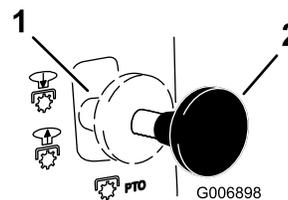

Figura 7
2. Tirate il comando della lama (PDF) in posizione On (Figura 7).
2. Spingete il comando della lama (PDF) in posizione Off (Figura 7).
3. Spingete il comando della lama (PDF) in posizione Off (Figura 7).